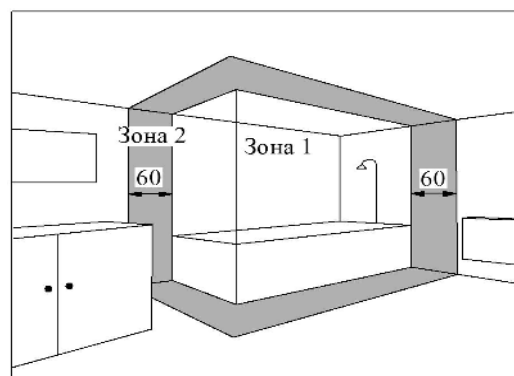

Рис. 4
4.6 Конвекторы допускается устанавливать в ваннах, душевых, бассейнах (см. рис. 4).